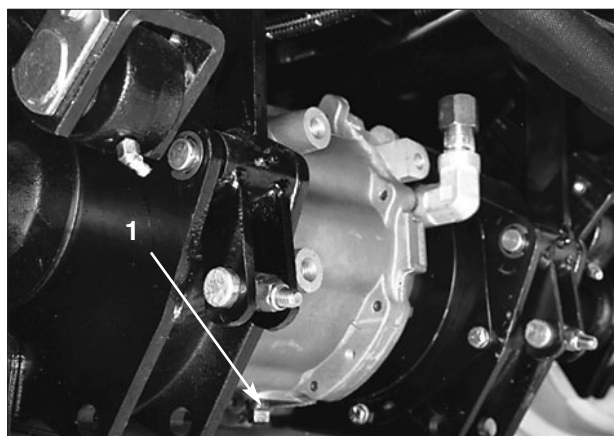

Bild 44
2. Reinigen Sie den Bereich um die Verschluss-schraube (Bild 44).